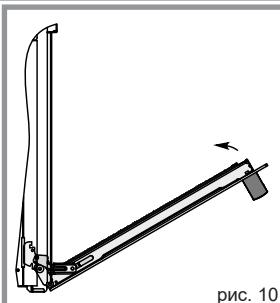

рис. 10
3. Прикрыть дверцу до упора, не прикладывая усилия, пока фиксатор не зафиксирует шарнир, см. рис. 10;